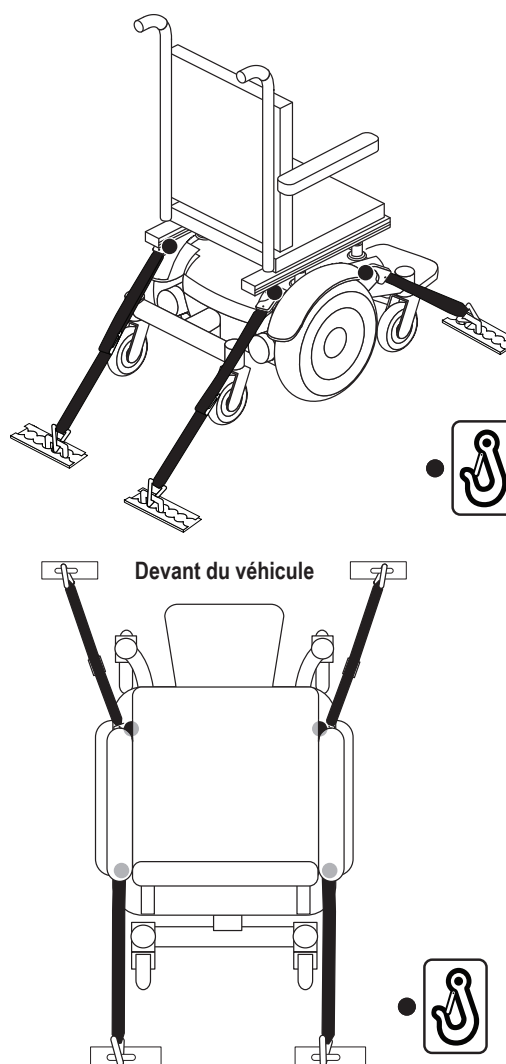

Figure 8. Points d'ancrage pour fauteuil motorisé non occupé
- Fixez les quatre (4) courroies aux points d'ancrage désignés et identifiés par le symbole d'ancrage sur le fauteuil motorisé. **Voir la figure 8.** Serrez-bien les courroies pour retirer le jeu excessif.
- Positionnez les points d'ancrage arrière des courroies directement derrière le fauteuil motorisé. Les points d'ancrage avant sont disposés plus loin de chaque côté du fauteuil motorisé afin d'augmenter la stabilité latérale. **Voir la figure 8.**